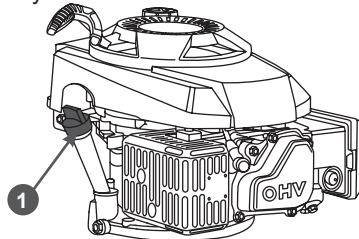

Рис. 16 Крышка-щуп маслосаливной горловины
5. Осторожно открутите крышку-щуп 1 (Рис. 16) маслосаливной горловины, протрите его насухо и отложите в сторону.